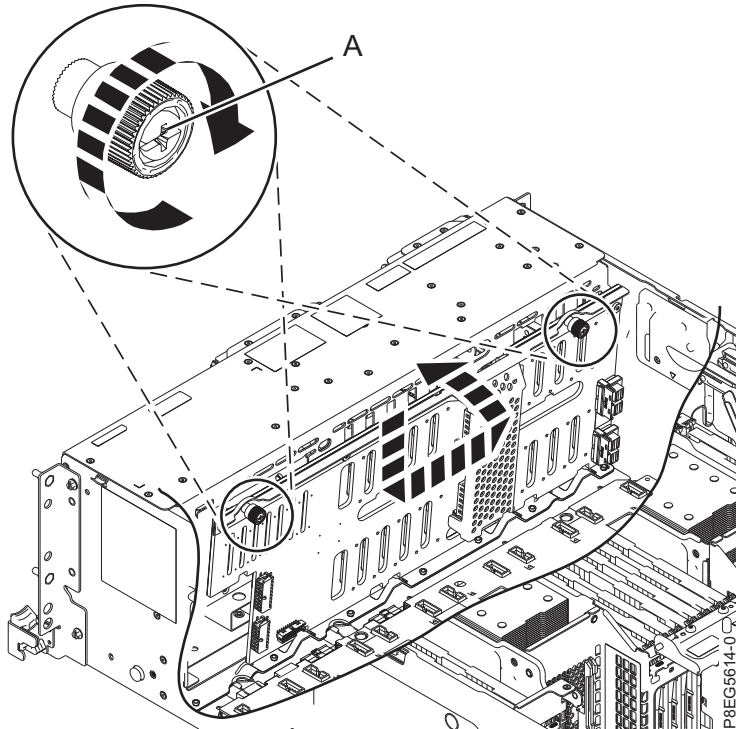

Figura 17. Sustitución de la placa posterior de la unidad de disco
3. Mirando a la parte frontal del sistema, utilice el reborde en la parte superior de la placa posterior de la unidad de disco y sustituya la placa posterior. Inclínela hacia la parte posterior e introdúzcala en el chasis. Alinee los orificios de la placa posterior con las pestañas del chasis para insertarla en el sistema. Deslice la placa posterior hacia un lado como se muestra en la Figura 17 en la página 19.
4. Apriete con cuidado los tornillos cautivos (A) hasta que cada uno quede fijo en el chasis del sistema.